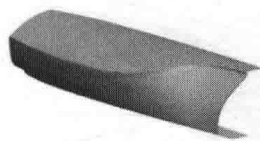
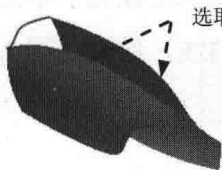
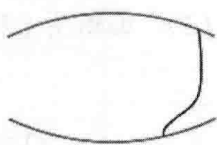

图 1.17 造型特征 1
图 1.18 绘制 ISDX 曲线
图 1.19 编辑 ISDX 曲线
Step14. 创建图 1.17 所示的造型特征 1。
(1) 进入造型环境。单击  功能选项卡  区域中的  按钮。
(2) 绘制初步 ISDX 曲线。单击“曲线”按钮 ，系统弹出“造型：曲线”操控板。在操控板中选中  单选项，采用系统默认的 TOP 基准平面为 ISDX 曲线活动平面；绘制图 1.18 所示的初步 ISDX 曲线，然后单击操控板中的“完成”按钮 。
(3) 编辑 ISDX 曲线。单击  按钮，系统弹出“造型：曲线编辑”操控板，单击“视图工具栏”中的“活动平面方向”按钮 ，按住 Shift 键，选取图 1.19 所示的初步 ISDX 曲线的端点进行拖动，使样条曲线的两个端点分别与图 1.18 所示的两条边线的两个端点重合，结果如图 1.19 所示，然后单击操控板中的“完成”按钮 。